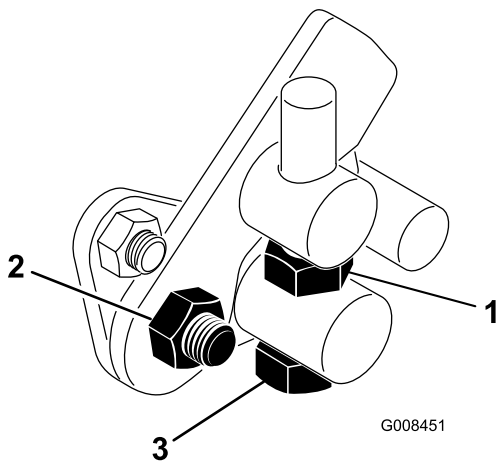

Figura 43
1. Slăbiți contrapiulia de pe urubul de reglare (Figura 43).
4. Strângeți contrapiulia urubului de reglare și piulia de pe pivotul pedalei pentru a fixa reglarea (Figura 43). Verificați reglarea și efectuați o aciune conform cerințelor.